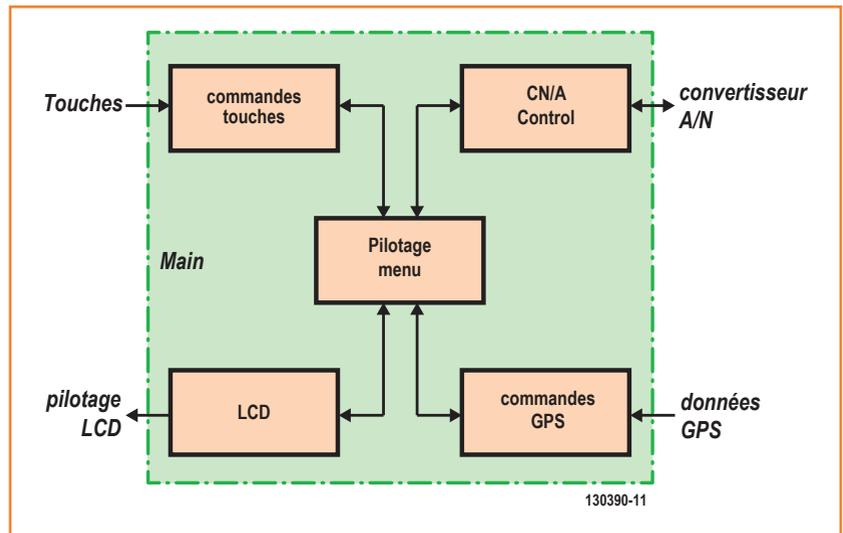

Figure 2. Schéma synoptique de l'ensemble du projet.
- J1 (fig 3b) n'est pas un connecteur, mais le point de raccordement de TR1 (fig. 2)
Le projet VHDL a été divisé en unités capteurs, affichage et actionneurs, avec leurs pilotes, dans les domaines suivants (figure 2) :